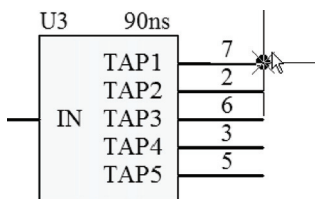

图 4-72 放置忽略 ERC 测试点
- (1) 执行此命令后，鼠标变成十字形状，并带有一个红色的小叉（忽略 ERC 测试符号）。
- (2) 移动光标到需要放置忽略 ERC 测试点的位置处，单击鼠标左键即可完成放置，如图 4-72 所示。
- (3) 此时鼠标仍处于放置忽略 ERC 测试点的状态，重复操作即可放置其他的忽略 ERC 测试点。
- (4) 单击鼠标右键或者按下〈Esc〉键便可退出操作。